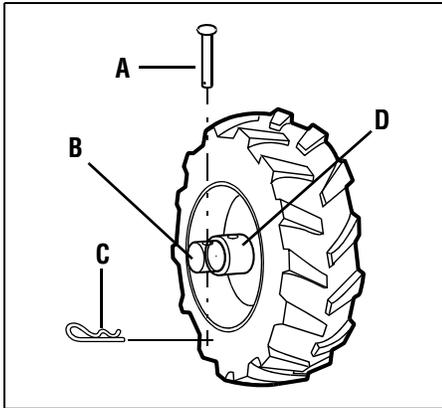

Figura 3-3: Posición RUEDAS LIBRES.
5. **PARA EL MODO DE RUEDAS LIBRES** (Figure 3-3): Deslice la rueda hacia adentro e inserte el pasador de horquilla (A, Figura 3-3) ajustado por el pasador de chaveta (C) únicamente a través del orificio del eje de la rueda (B). Repita con la otra rueda y luego retire el soporte que está debajo de la transmisión.